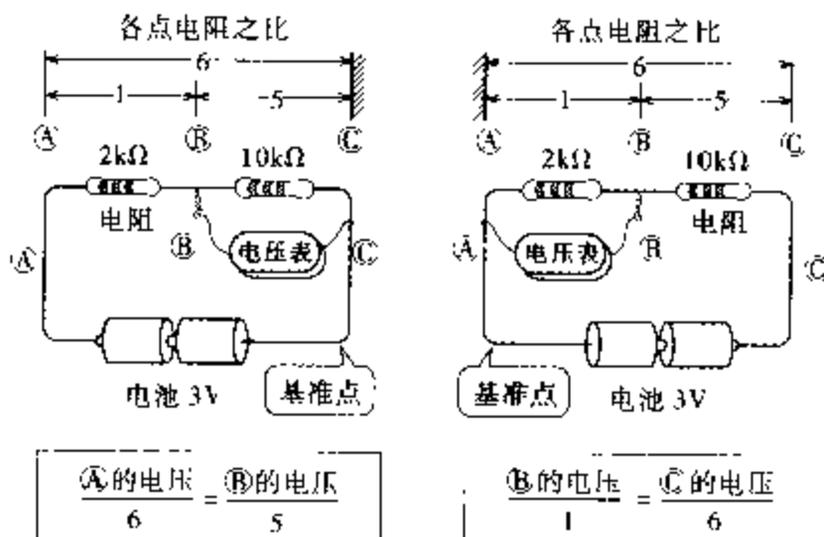

图 1.22 通过电阻进行电压分配
如图 1.22 所示, 将电阻串联, 若在这些电阻两端加上电压, 则接点③的电压将按照电阻值的比例关系进行确定。类似于杠杆的支点, 可以把电阻的任意一端定为基准点。下面就图 1.22 所示的基准点定为①和③的情况, 对②的电压进行计算。